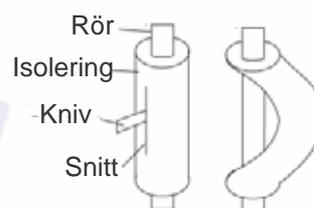

Fig. 10
- (2). Böj inte rören mer än 90°.
- (3). Vid upprepade bockningar och riktningar hårdnar materialet, vilket gör det svårt att bocka / rikta röret igen. Bocka eller rikta inte röret mer än tre gånger.
- (4). Bockning utförs inte med blottat rör, för då kommer röret att knäckas. Snitta en bit av rörisoleringen med vass kniv enligt Fig. 10, böj det där röret syns. Efter utförd bockning måste isoleringen föras tillbaka och tejpas.